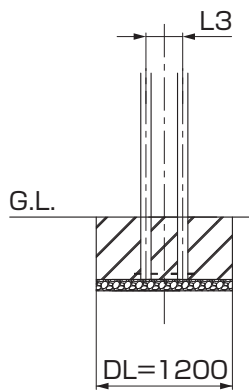

図2-6
- L29+L29の連棟の場合、連棟部の基礎は図2-6のようになります。(※3)